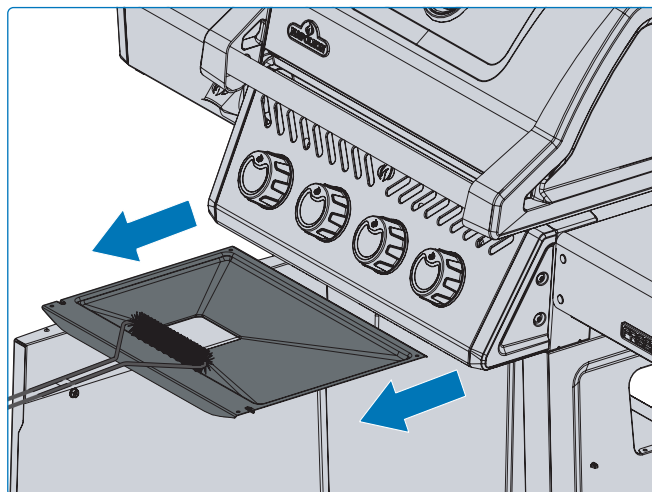

Fig. 23
- Pulire la vaschetta raccogli-grasso ogni 4–5 utilizzi per evitare l'accumulo di grasso (**Fig. 23**).